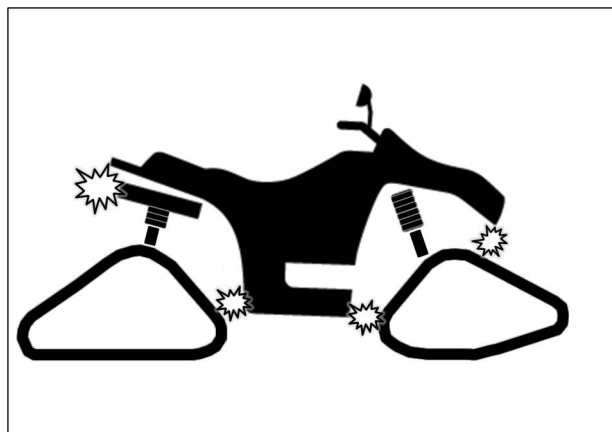

Fig. 33
2. Vérifier s'il y a possibilité de contact entre le système de traction et les coins inférieurs des ailes. Voir la Fig. 33